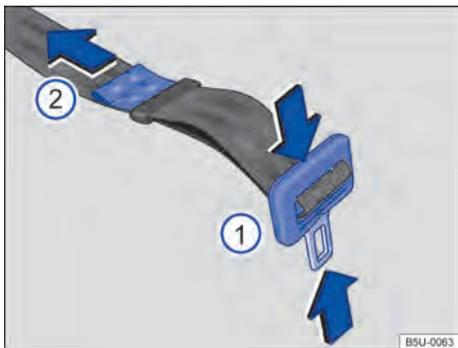

Fig. 31 Ajustar o cadarço do cinto de segurança subabdominal.
- Pressionar a lingueta na direção das setas → Fig. 31  e alongar totalmente o cinto de segurança.
- Apertar a lingueta contra o fecho do cinto de segurança e puxar a extremidade → Fig. 31  no sentido da seta, até atingir uma folga máxima de 5 cm (3 dedos) na região pélvica.